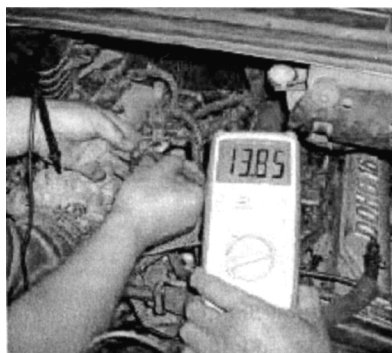

图 6-74 检查电源电压
(1) 检查电源电压 如图 6-74 所示, 拔下传感器插接器插接器, 然后打开点火开关, 检查插接器上电源端子与搭铁之间的电压, 应为 12V 或 8V (因车型而异)。